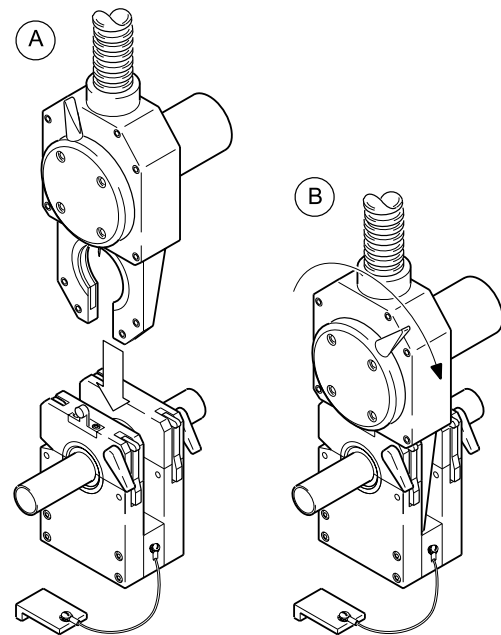

図 22：ウェルド・ヘッドとフィクスチャー・ブロックを組み立てる
2. ウェルド・ヘッドをフィクスチャー・ブロックに差し込みます。図 22 (A) をご参照ください。
3. ロッキング・レバーを時計回りにまわしてウェルド・ヘッドを固定します。図 22 (B) をご参照ください。